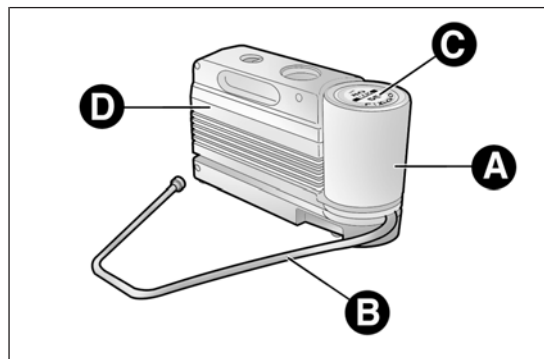

fig. 132
- ☐ una bomboletta fig. 132 contenente il liquido sigillante, dotata di: tubo di riempimento B e bollino adesivo C recante la scritta "max. 80 km/h", da mettere in posizione ben visibile (es. sulla plancia portastrumenti) dopo la riparazione pneumatico;